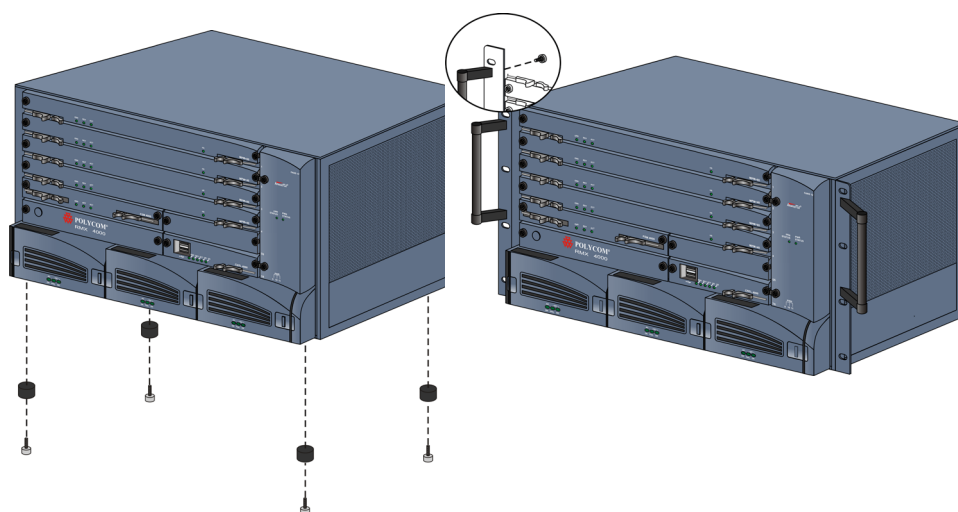

Figure 1-1 *En option – Retrait des pieds et des poignées*
- Facultatif – En fonction du type de rack installé sur le site, il faudra peut-être retirer les poignées si elles sont fixées au boîtier RMX 4000. Retirez-les du châssis en les dévissant comme illustré dans la Figure 1-1, « *En option – Retrait des pieds et des poignées* ».
- Éventuellement – Si l'ouverture sur le rack alloué au boîtier RMX 4000 est d'exactement 6U, il faut retirer les pieds du boîtier pour pouvoir l'installer sur le rack. Dévissez les pieds du châssis comme illustré dans la Figure 1-1, « *En option – Retrait des pieds et des poignées* ».